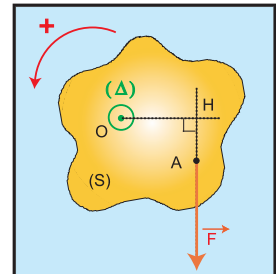

Fig.40
- 2- Un solide {S}, mobile autour d'un axe fixe (O, Δ), est soumis à l'action d'une force $\vec{F}$ orthogonale à cet axe, appliquée en A, (Fig.40). Choisir parmi les cinq affirmations suivantes celle (celles) qui est (sont) correcte(s).